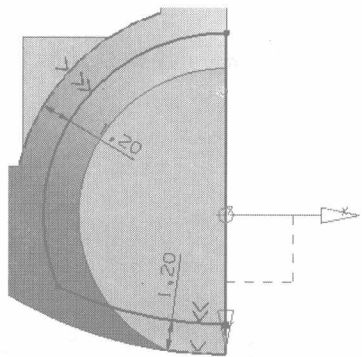
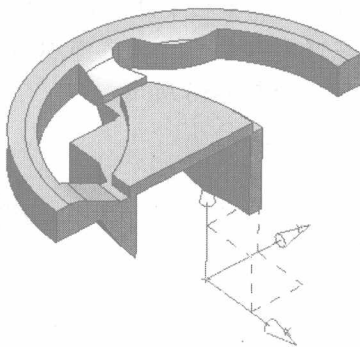

图1-21
图1-22
- (1) 在菜单栏中选取【插入】/【设计特征】/【设计特征】命令，弹出【拉伸】对话框，激活【草图截面】，弹出【创建草图】对话框。
- (2) 设置类型为【在平面上】方式，选取 $xc-yc$ 平面作为草绘的平面，单击 **确定** 按钮进入草图，绘制图 1-21 所示的图形。
- (3) 在【草图生成器】工具条中单击 **完成草图** 按钮，退出草绘界面，返回【拉伸】对话框。
- (4) 在【限制】栏中设置拉伸的距离为“11.9”。
- (5) 在【布尔】栏中设置布尔运算方式为【求差】，单击 **确定** 按钮创建拉伸切除特征，如图 1-22 所示。